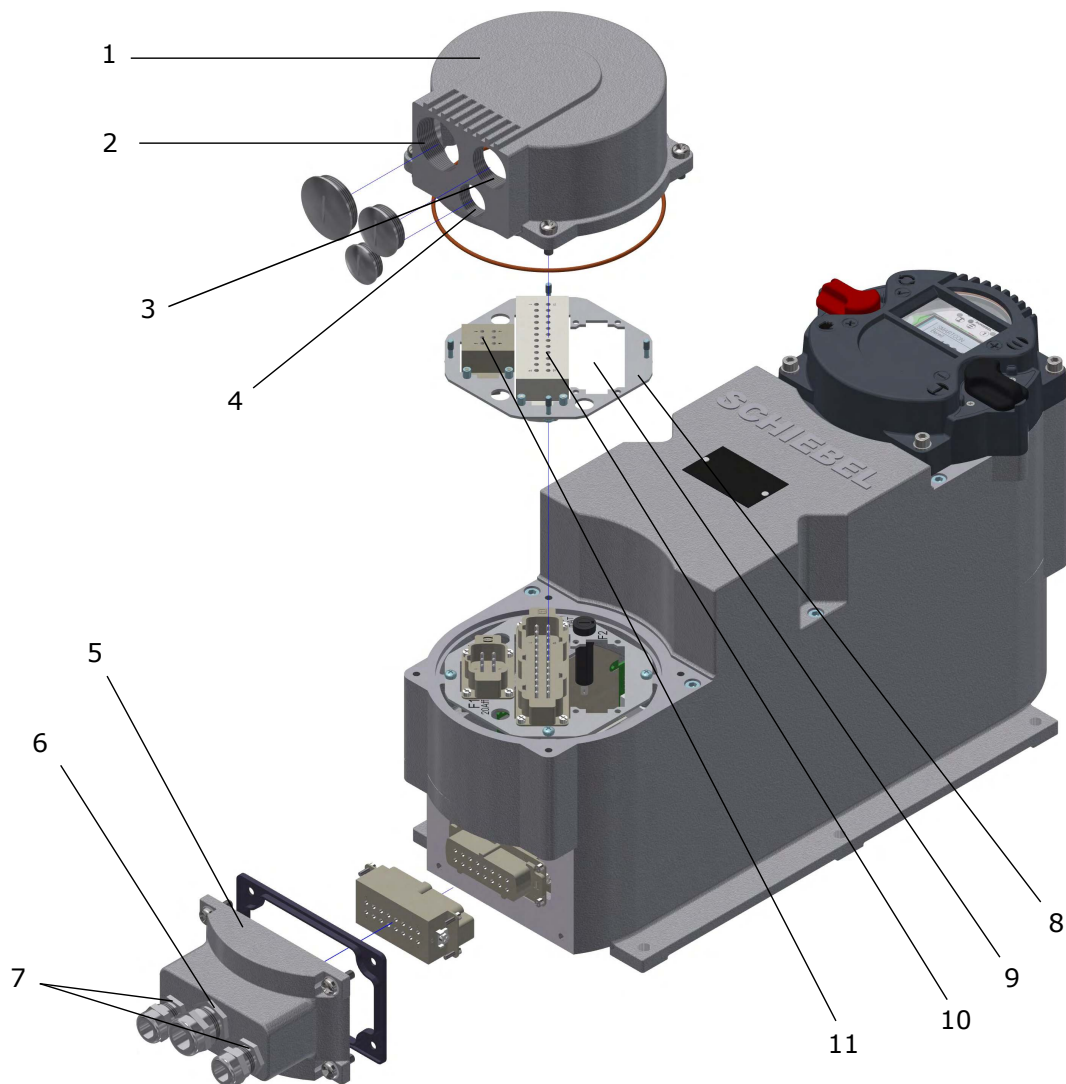

Bild 2: Anschluss Standardversion
- Bei Standardausführung Anschluss von Steuerleitung und Motor über Stecker (siehe Bild 2) mit Schraubanschluss ($I_n=16A$): Der maximale Leiterquerschnitt beträgt $2,5\text{mm}^2$